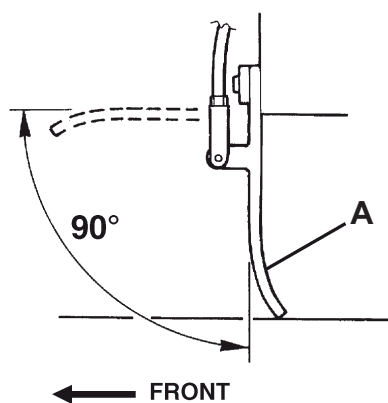

Figure 21
6. Appuyer sur la pédale du volet avant (8) et contrôler que le volet avant (A, Fig. 21) tourne vers le haut d'environ 90° (voir la figure) ; relâcher la pédale et contrôler que le volet revient à la position initiale et qu'il ne reste pas dans une position intermédiaire. Si besoin est, pour le réglage ou le remplacement du câble de commande du volet avant, se référer au manuel d'entretien.